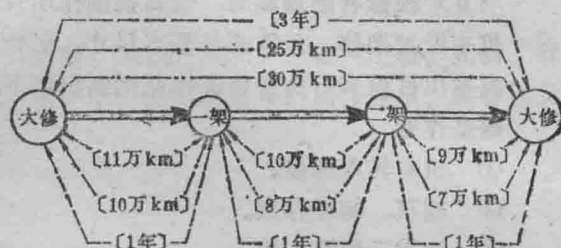

图1—2 机车检修周期和定检公里标准示意图
机务段的企业管理一般分为“计划、财务、劳动、技术、生产、物资、设备、后勤”等八项专业管理，通称“八大管理”；也有的机务段视企业为一个大系统，下分“经营管理”、“生产管理”、“技术管理”、“后勤管理”、等四个子系统。两种分类法其工作机制实质都属于“以全面计划管理为先导、全面劳动人事管理为主线、全面质量管理为基础、全面经济核算为监督”这样一个管理模式。机务段把机车段修工作列入生产管理范畴，然而它又包含有其他管理内容（见图1—1）。
(80) 铁机字第1200号文件发布的《蒸汽机车段修规程》规定的机车检修周期和定检公里标准如图1—2所示。